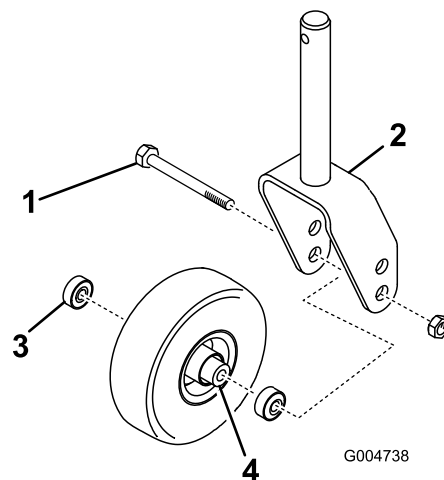

Figura 25
2. Retire o rolamento do cubo da roda e deixe cair o espaçador do rolamento para fora (Figura 25). Retire o rolamento do lado oposto ao do cubo da roda.